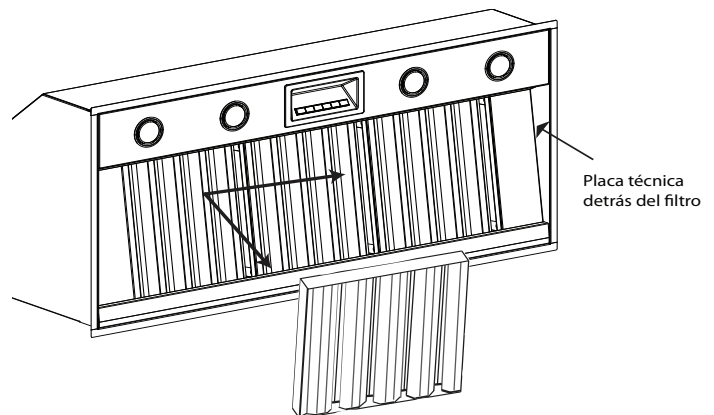

Figura 6: Ubicación de la placa técnica
- Las etiquetas de las características del aparato y del número de serie están pegadas en los paneles laterales de la campana y se ven cuando se quitan los filtros (*Figura 6 en la página 9*).